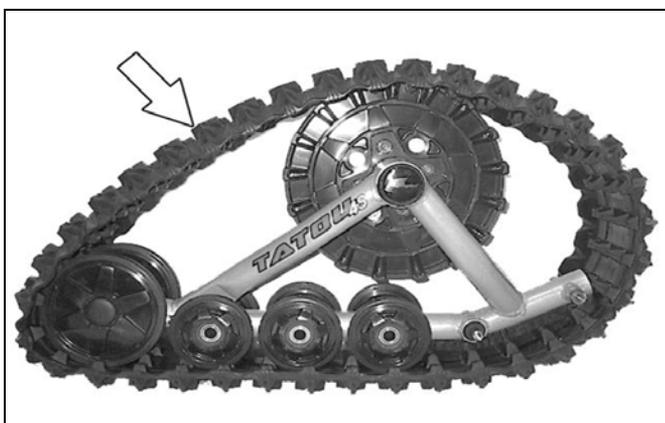

Figure 23
- Installer la chenille de caoutchouc (voir la Figure 23).